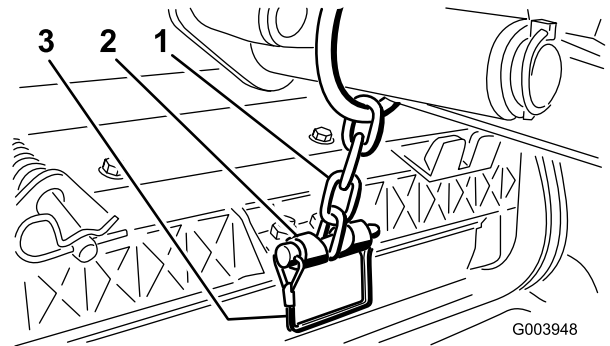

Figure 9
11. Fixez la chaîne du bras de relevage au support de la chaîne avec la goupille à fermoir (Figure 9).